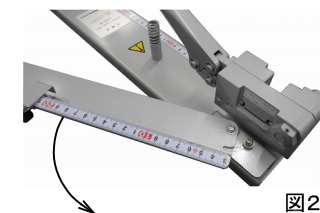

図2
- ② 図2の状態からスケール部を切断機本体に本体に対して直角にセットし、ビスを締めて固定して下さい。
- ③ ガイドをスライドさせて、切断したい寸法に合わせ、つまみを回して固定して下さい。